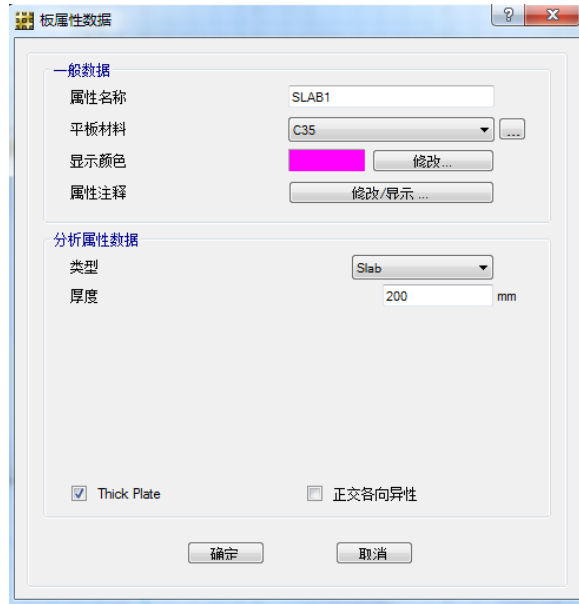

图 13 板属性数据对话框
- C. 本例中，板厚为 200mm。为了修改 *SLAB1* 的默认板厚，点击**修改/显示属性**按钮打开板属性数据对话框，如图 13 所示。